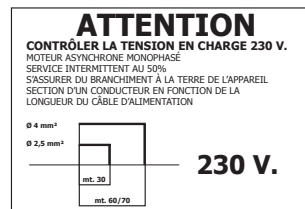

Fig. 1
3. La section du cordon d'alimentation doit être proportionnelle à sa longueur, (Fig.1).